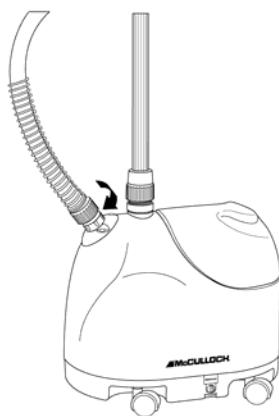

FIGURA 8
2. Gire el tirador en la dirección contraria a las manecillas del reloj hasta que la Manguera de Vapor esté bien asegurada a la Base de la Manguera (FIGURA 8). Solamente apriete con las manos. No apriete demasiado.